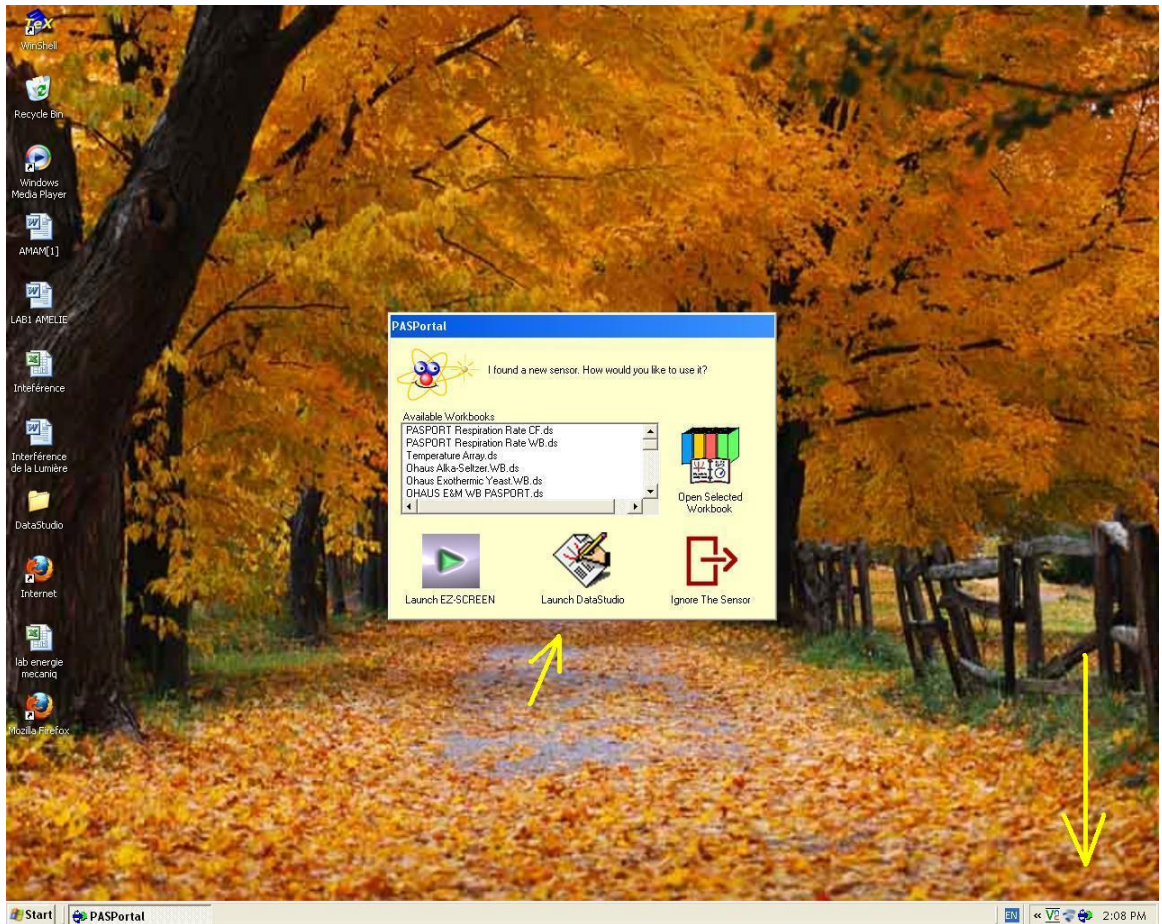

Figure 5. Cliquez sur *Launch DataStudio*, indiqué par la flèche oblique.
4. Suivez les étapes à l'ordinateur tel qu'illustré ci-dessous. Pour commencer, cliquez sur le symbole *PASPortal* (indiqué par une longue flèche vers le bas) sur la barre d'outils, et vous devriez voir l'écran de la Figure 5. Cliquez alors sur *Launch DataStudio*, indiqué par la flèche oblique.